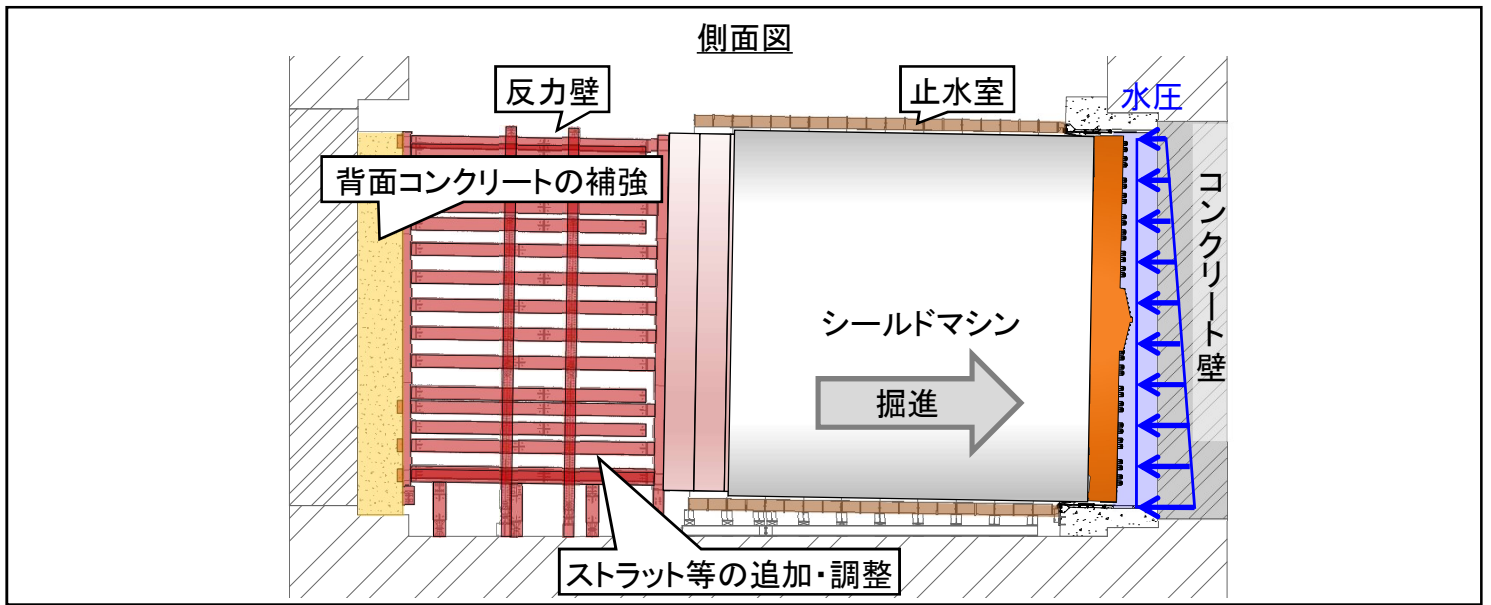

図1 シールドマシンの試運転、発進設備の点検・整備
- ・ これを踏まえ、反力壁にかかる荷重が均等に分散するように、鋼材（ストラット等）の追加・調整や背面コンクリートの補強を実施しました（図1）。